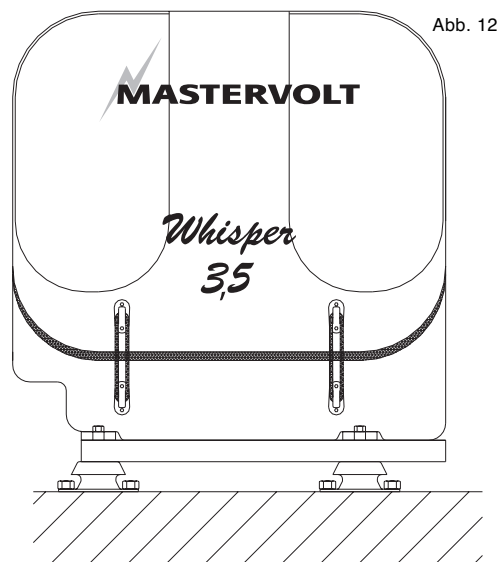

Abb. 12.
- 1 Bauen Sie eine Stahlplatte zwischen Schiffsrumpf und Generator mit 4 vibrationsdämpfenden Halterungen ein (siehe hierzu Abb. 12, Bodenplatte).